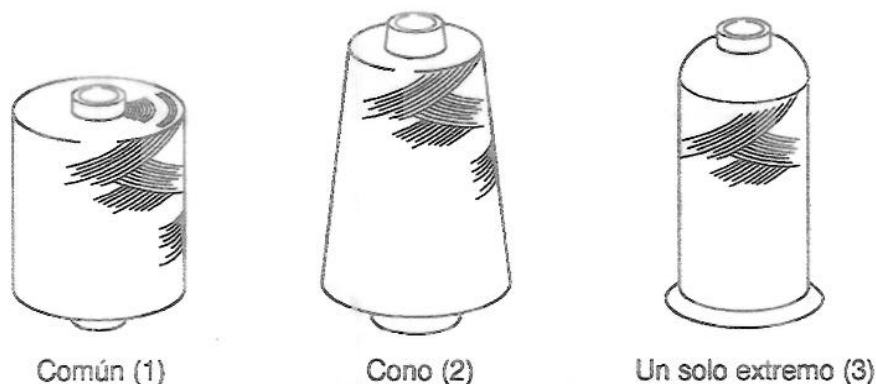

Figura 3-1
- (3) El hilo no debe ser antiguo en lo que respecta a sus propiedades físicas, color y tersura.
- (4) El hilo debe parecer de buena calidad.
- (5) El espesor del hilo debe ser adecuado a las agujas.
- (6) El hilo debe tener un coeficiente de contracción térmica pequeño.
- (7) No se debe reducir la tensión de las puntadas.
- (8) El hilo debe estar tan libre de nudos y lanillas como sea posible.
- (9) En lo posible, el hilo no debe estar decolorado.
- (10) El hilo debe ser económico y fácil de adquirir.
- (11) Seleccione el tipo de bobinado. (Ver Figura 3-1.)